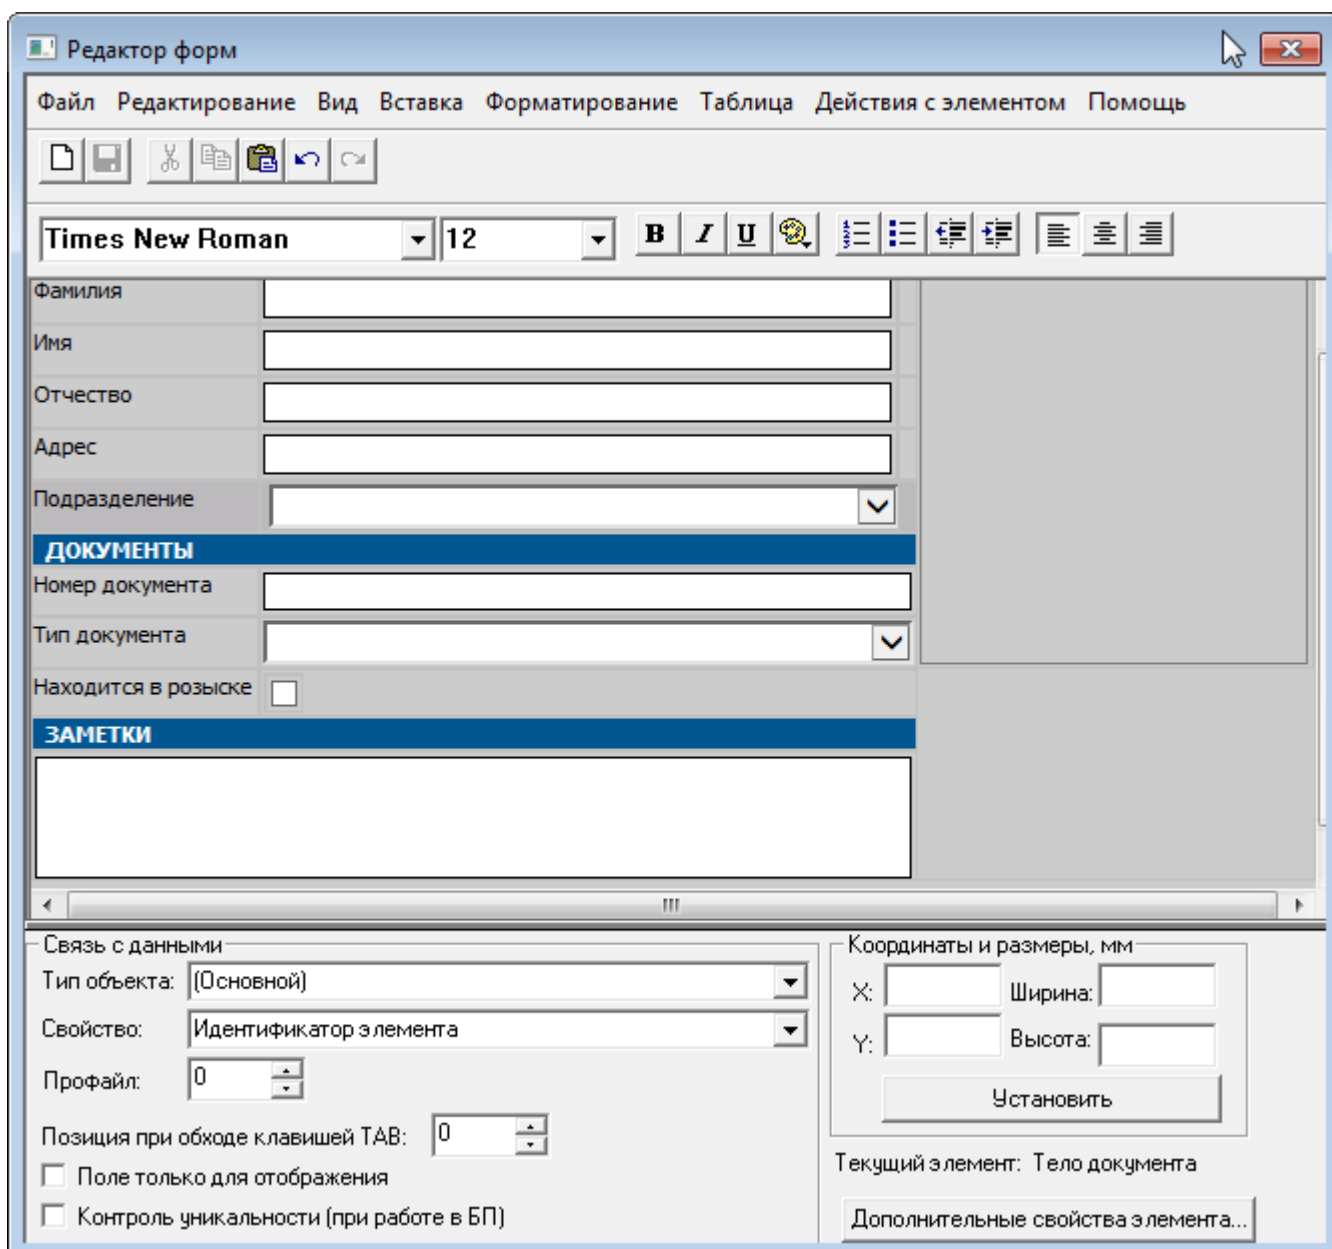

Рисунок 35 — Редактор форм
2. В «Программе оформления пропусков» при вводе данных карты необходимо, чтобы напротив поля **Карта** находилась кнопка **Ввести со считывателя**. Для того чтобы появилась эта кнопка нужно сделать следующие настройки в «Редакторе форм»: В программе «Администратор системы» в Дереве элементов выбрать элемент **Доступ** и далее выбрать необходимую категорию пропусков, а затем перейти на вкладку **Форма**. Нажать правой кнопкой мыши на слово **Карта** и в появившемся контекстном меню необходимо выбрать пункт меню **Редактор...** (рисунок 35).